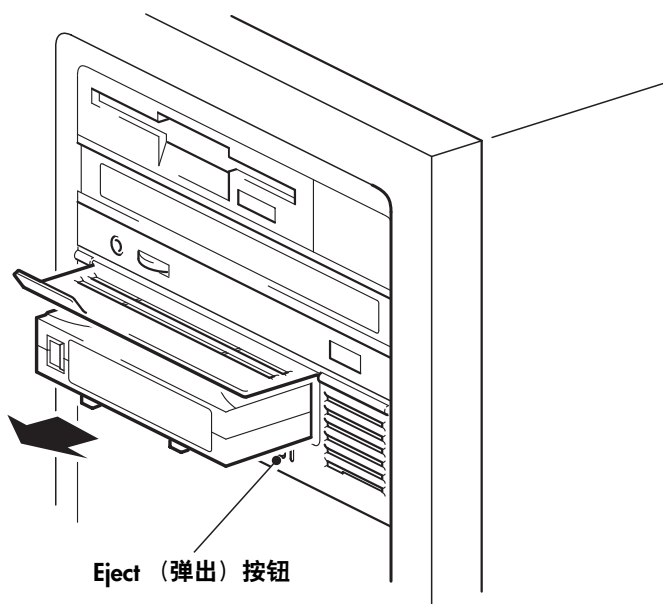

图 9b: 退出盒式磁带
- 1 按下前面板上的“Eject”（弹出）按钮。（见图 9b。）